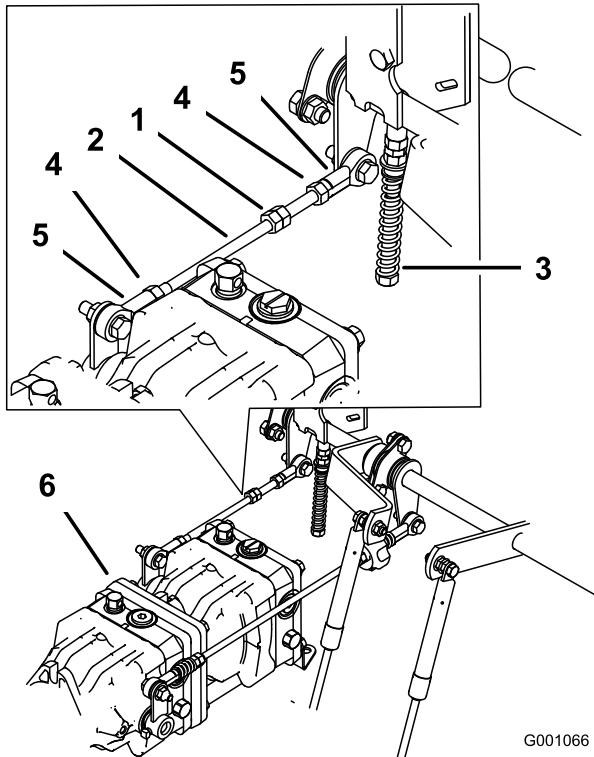

Bild 74
1. Lockern Sie die Sicherungsmuttern an den Kugelgelenken der Pumpsteuerungsstange (Bild 74).
3. Stellen Sie die Länge der Pumpstange ein, indem Sie die Doppelmuttern an der Stange so weit in die entsprechende Richtung drehen, bis das Rad stillsteht oder sich leicht zurückdreht (Bild 74).
6. Ziehen Sie die Klemmmuttern an den Kugelgelenken fest (Bild 74).